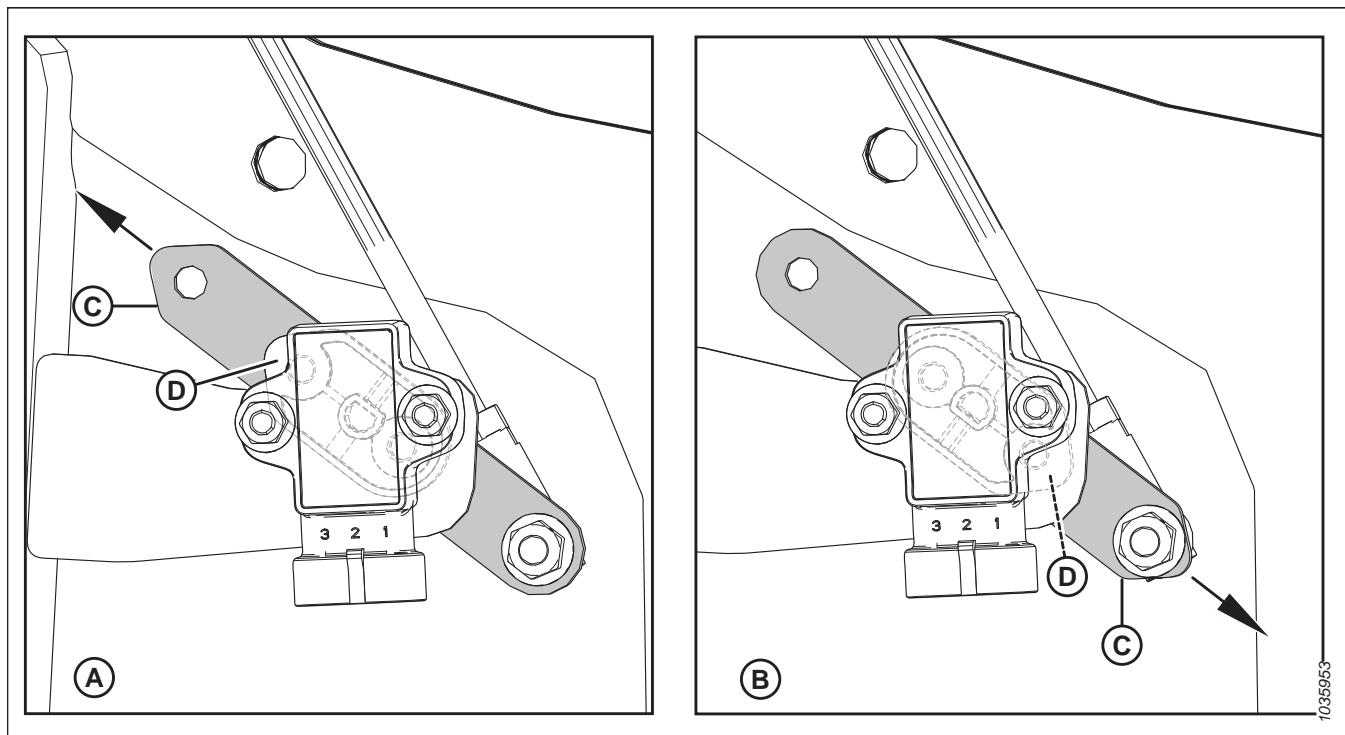

Figura 3.213: Configurações do sensor do braço/ponteiro
- Certifique-se que o sensor do braço (C) e o ponteiro (D) estão configurados adequadamente para a sua máquina, consulte a Figura 3.213, página 172.